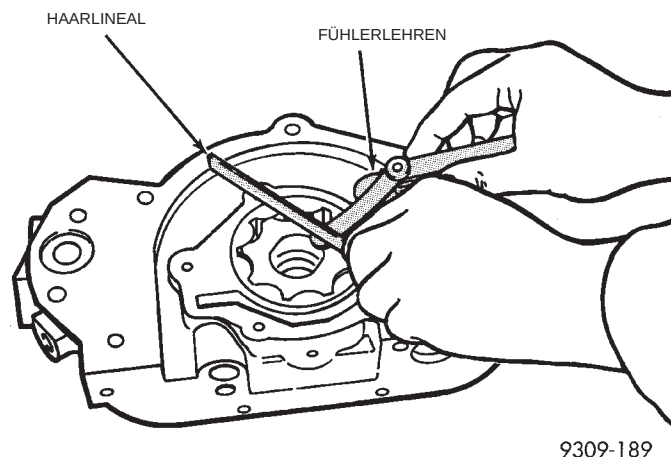

Abb. 118 Messen des Spiels über den Pumpenrädern
(7) Haarlineal zwischen den Schraubenbohrungen auf das Pumpengehäuse legen. Lässt sich eine Fühlerlehre von 0,102 mm (0,004 Zoll) oder mehr zwischen Pumpenräder und Haarlineal schieben, Pumpe komplett austauschen (Abb. 118) jedoch **NUR** dann, wenn die Pumpenräder den Sollwerten entsprechen.
(8) Kolben des Überdruckventils auf Riefen und Leichtgängigkeit prüfen. Leichte Kratzer können mit Schleifpapier der Körnung 400 entfernt werden.
(9) Die freie Länge der Überdruckventilfeder beträgt ca. 49,5 mm (1,95 Zoll). Bei einer Krafteinwirkung zwischen 104,5 und 113,5 N (23–25 lbs.) muss die Länge 34 mm (1–11/32 Zoll) betragen. Feder bei Überschreitung der Sollwerte austauschen.